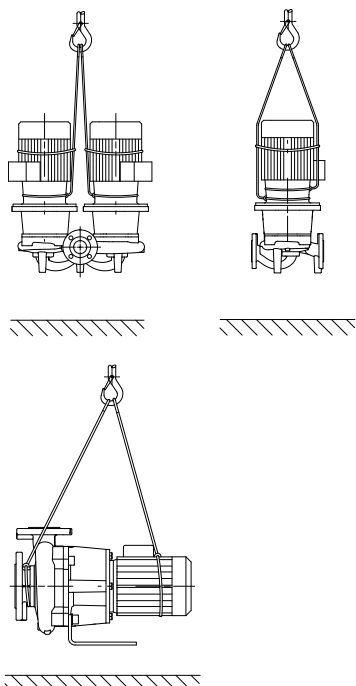

Fig. 15: Elevación de la bomba
- En este caso, las argollas de transporte del motor sólo sirven como guía durante la suspensión de la carga (Fig. 15).